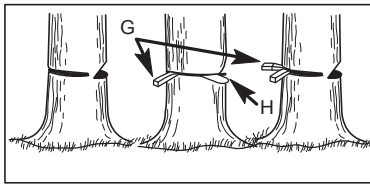

FIG. 2
- Utilizzare cunei di legno o di plastica (G fig.2) per impedire che la barra o la catena rimangano impigliati nel tronco.